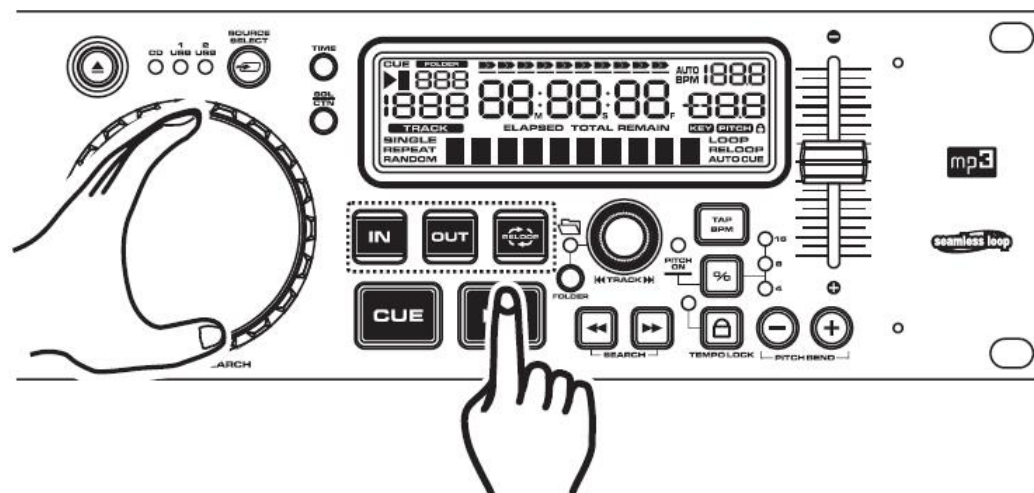

Figura 11
Esta característica le permite desplazarse a través de una pista para configurar un punto de referencia o de bucle. Para usar la función de desplazamiento debe estar primero en Modo Pausa o Modo Cue. Una vez se encuentra en modo Pausa o Cue, gire la Rueda de selección (18) para desplazarse por la pista (**Figura 11**).
Una vez alcanzado el punto de inicio deseado, puede configurar un punto de referencia (inicial) pulsando el botón PLAY/PAUSA (15) como en la *Figura 11*.